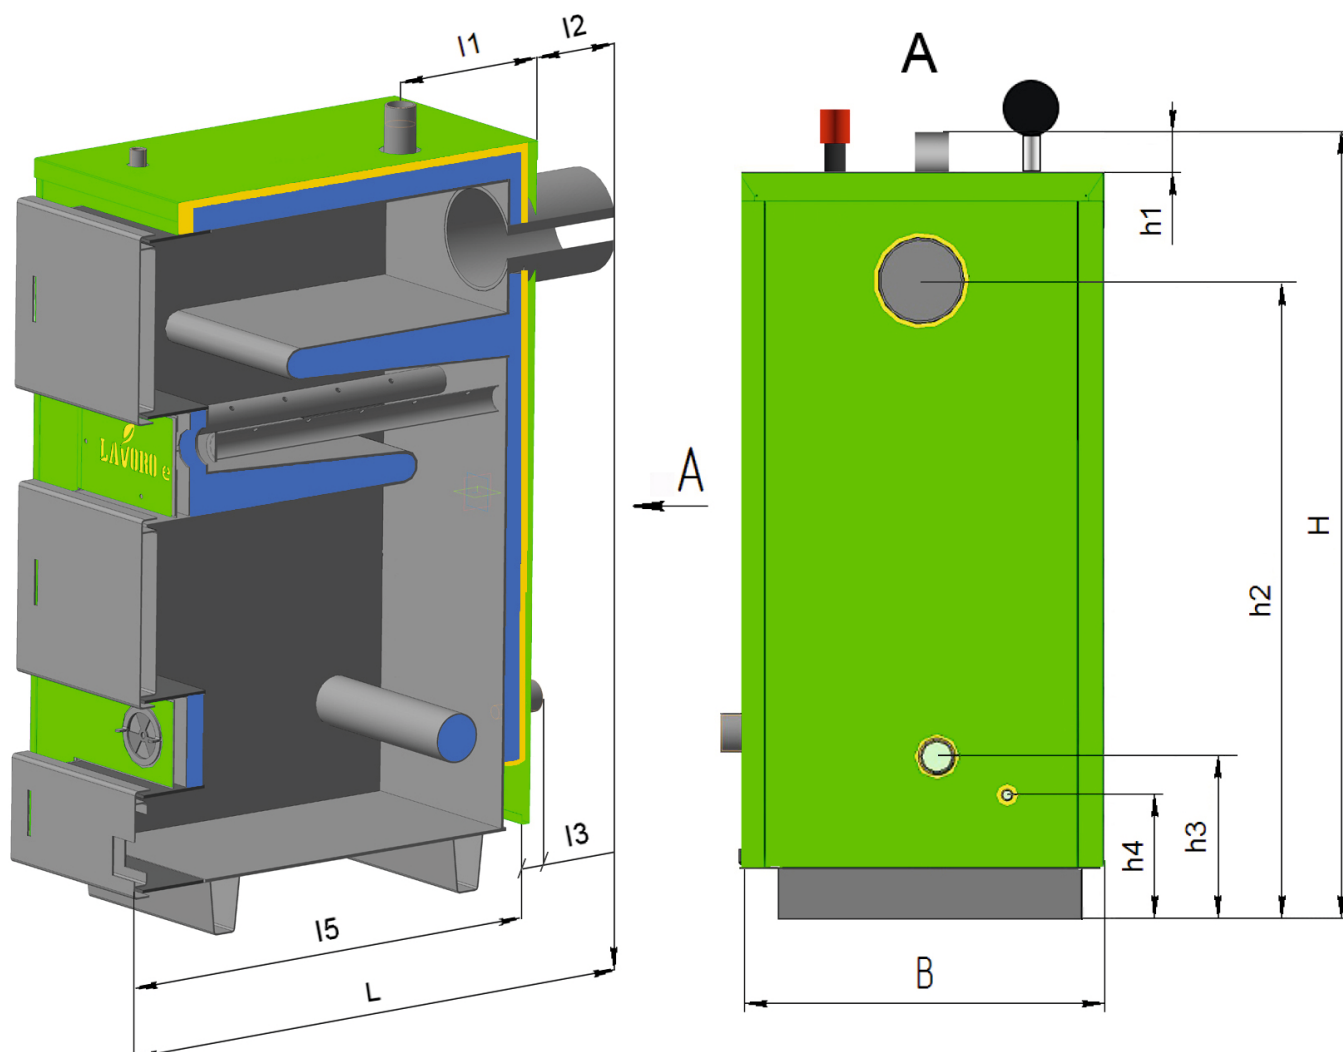

Рисунок 1. Габаритные и присоединительные размеры Котлов моделей К 12÷52 базовой комплектации.
Габаритные и присоединительные размеры Котла (см. рис.1), мм:
Котел (рис.1, 2) представляет собой стальной сварной каркас, обшитый снаружи съемной декоративной теплоизолированной облицовкой. Каркас совместно с облицовкой образуют корпус. Корпус устанавливается на собственных опорах (12).